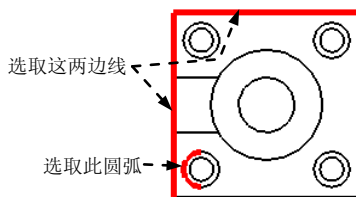

图 5.2.32 选取边线
Step3. 此时系统弹出 **▼ ATTACH TYPE (依附类型)** 菜单, 选择 **Intersect (求交)** 命令, 按住 Ctrl 键选取图 5.2.32 所示的两条边线, 再在 **▼ ATTACH TYPE (依附类型)** 菜单中选择 **Center (中心)** 命令, 选取图 5.2.32 所示的圆弧, 单击中键。